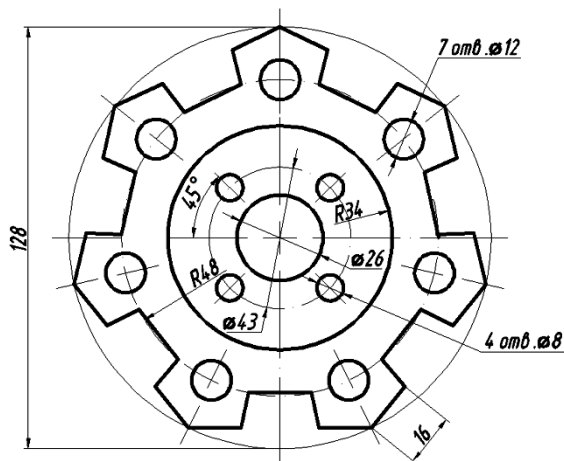

Рис. 1.1
1.1 Выполнить чертежи деталей (Рис. 1.1, 1.2, 1.3)